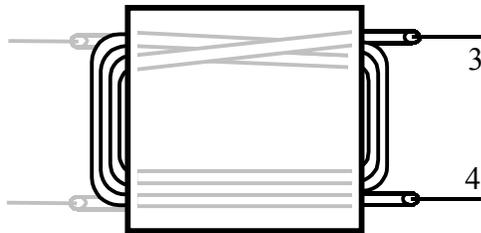

Figura 6-29
- Encima del devanado 1-2 haga otro devanado de 3 vueltas (3-4) pero con el cable comenzando y acabando en el lado opuesto (Figura 6-29), utilizando 18 cm (7") de cable de conexión color blanco.¹¹